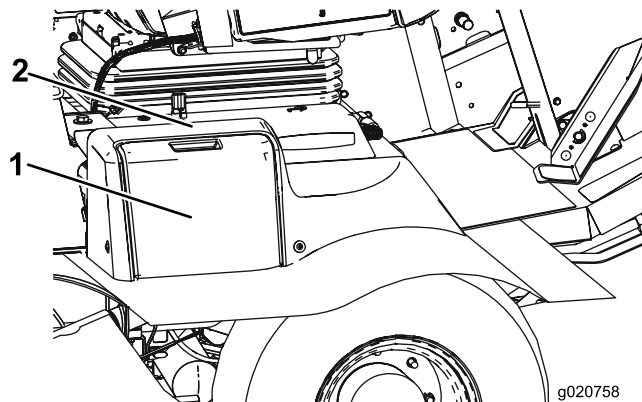

Figura 52
1. Abra la tapa de la batería, situada en el lado de la cubierta (Figura 52).
Nota: Presione hacia abajo sobre la superficie plana situada encima de la tapa de la batería para facilitar la apertura de la tapa (Figura 52).